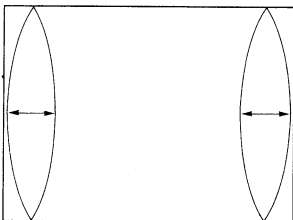

Bild 7
- Stellen Sie Ost/West 1 so ein, daß Sie eine Bedingung wie im Bild 7 erhalten.